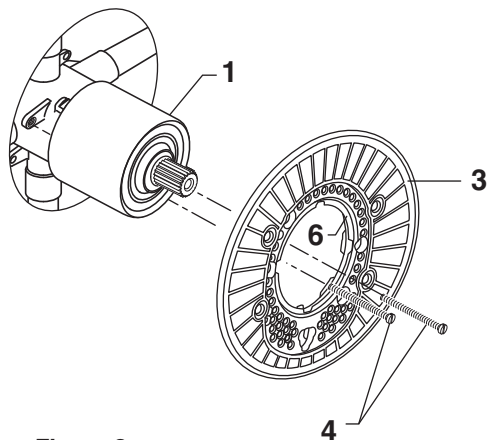

Figura 2.
- **Figura 2.** Asegúrese de que la junta tórica (6) es seguro dentro de el SOPORTE DEL CHAPETÓN (3) Empuje el SOPORTE DEL CHAPETÓN (3) en la TAPA (1) y fije el cuerpo de la válvula usando los TORNILLOS LARGOS (4).